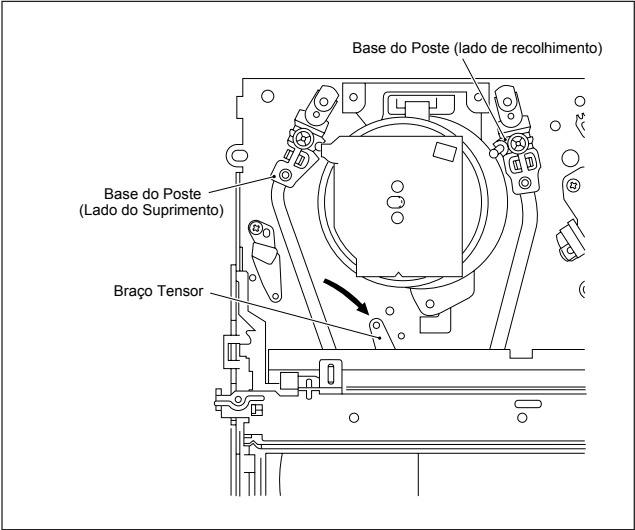

Fig. 2-1-3c
- (1) Desconecte o cabo de força da rede e remova a tampa superior e outras partes até que o mecanismo esteja visível (Veja seção 1. Desmontagem).
- (2) Enquanto mantém o braço tensor do mecanismo livre de tensão, puxe a fita da base do poste para fora do trilho guia (no lado “suprimento” ou “recolhimento”) (Veja Fig. 2-1-3c).